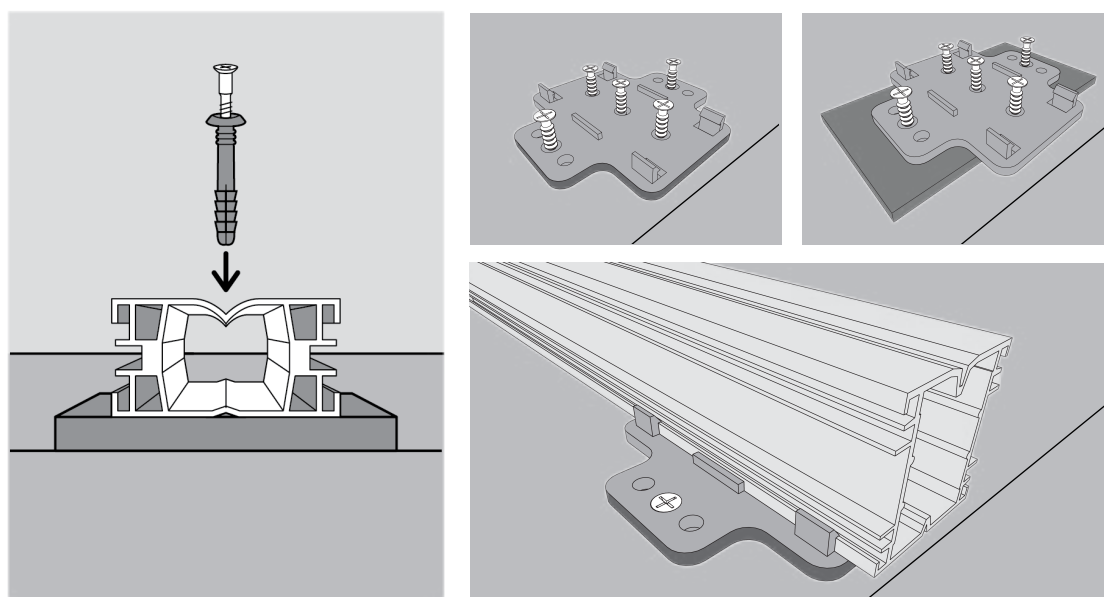

Рис.5
2. Лаги крепят к основанию на дюбель-гвозди. Под лаги, для обеспечения беспрепятственного оттока воды с нижней стороны доски, укладывают резиновые подкладки 60х60х4 мм с шагом 500 мм (рис.5).